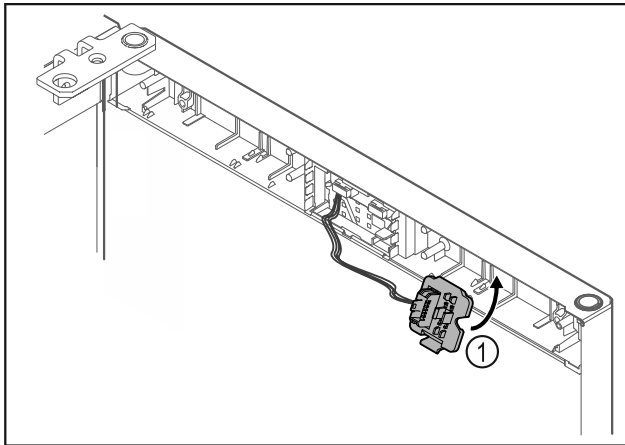

Fig. 17
- ▶ Steckerhouder Fig. 17 (1) aan tegenoverliggende zijde vergrendelen.